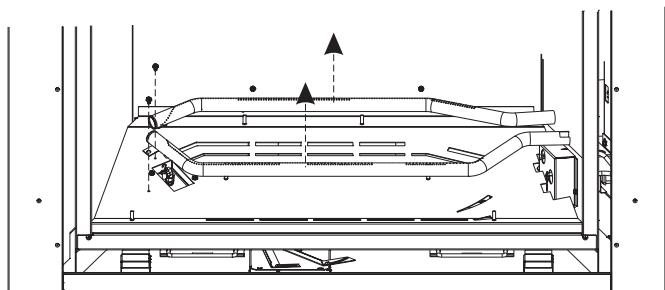

Figure 2
- Déposer les brûleurs avant et arrière en retirant les vis à gauche et en tirant vers le côté gauche. **Voir Figure 2.**